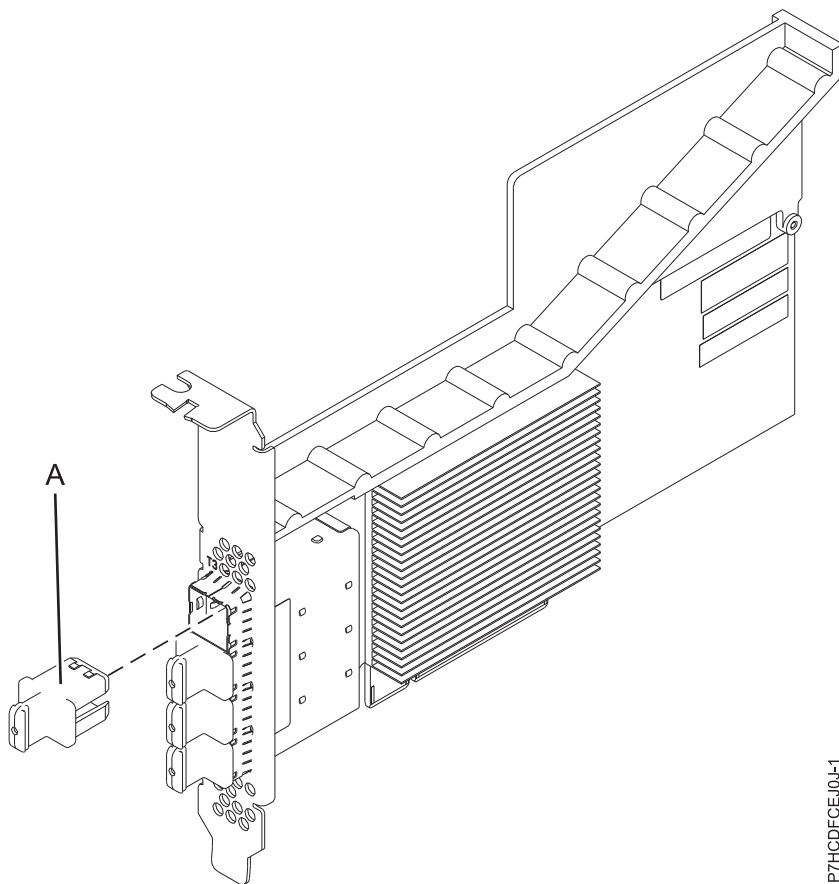

図 12. PCIe3 RAID SAS アダプター
PCIe3 RAID SAS クワッド・ポート 6 Gb アダプターは、PCI Express (PCIe)、第 3 世代、RAID SAS アダプターで、ロー・プロファイル、ショート・フォーム・ファクターですが、フルハイトの取り付け用にパッケージ化されています。このアダプターは、高性能で高密度のシリアル接続 SCSI (SAS) アプリケーションに使用されます。これは、4 つの mini SAS 高密度 (HD) x4 コネクタを使用して SAS ディスクおよび SAS テープの接続をサポートし、これによって物理リンクをさまざまな狭幅ポートおよび広幅ポート構成で使用できるようになります。SAS テープの接続は、単一アダプター構成でのみサポートされ、同じアダプター上で SAS ディスクと混用することはできません。アダプターは、書き込みキャッシュを備えていません。40 ページの図 12 は、PCIe3 RAID SAS クワッド・ポート 6 Gb アダプターを示しています。
40 ページの図 12 はアダプターを示しています。コネクタ・プラグ (A) は、空白ポートに取り付けて、隣接したポート・コネクタのケーブルが差し込まれたり取り外されたりした場合のそのポートの損傷を防ぎます。